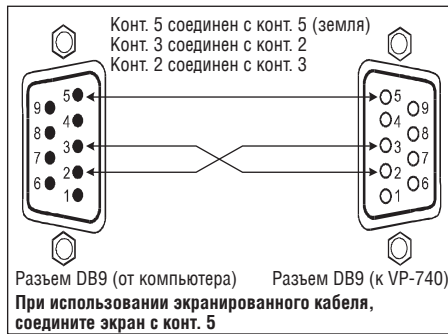

Рис. 4. Подключение к компьютеру
- соедините разьем DB9 «RS-232» на задней панели **VP-740** и разьем последовательного порта компьютера крест-накрест (так называемое нуль-модемное подключение), как показано на рис. 4.